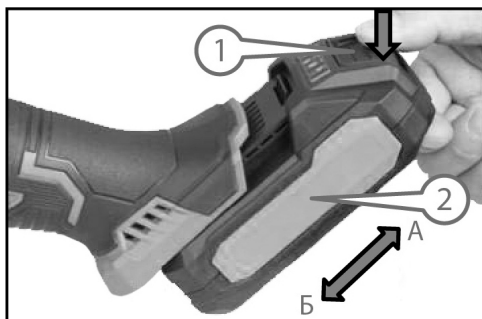
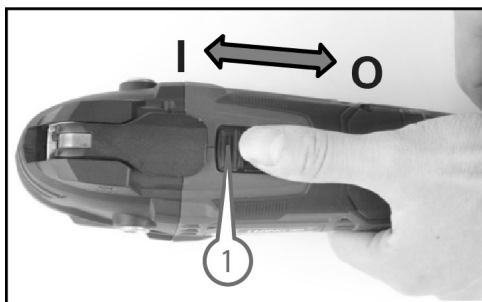

Рисунок 3. Схема встановлення (зняття) акумуляторної батареї.
Рисунок 4. Схема увімкнення та вимкнення виробу.
Перед встановленням або зняттям акумуляторної батареї (2, рис. 3) завжди вимикати виріб.
Для під'єднання акумуляторної батареї до виробу сполучити виступи на акумуляторі із пазами на корпусі виробу, і з невеликим зусиллям посунути акумулятор у напрямку стрілки (Б) (рис. 3) до появи характерного клацання. Не рекомендовано докладати надмірних зусиль під час встановлення акумулятора. Якщо акумуляторна батарея під'єднується із зусиллям, це означає, що встановлення виконується неправильно або в пази корпусу потрапив сторонній предмет.
Щоб зняти акумуляторну батарею, злегка натиснути на кнопку фіксації батареї (1, рис. 3) та, не відпускаючи кнопку, із невеликим зусиллям потягнути акумулятор у напрямку стрілки (А) (рис. 4), щоб вийняти його із корпусу виробу.
- увімкнути виріб, перемістивши перемикач «Увімк/Вимк» (1, рис. 4) у верхнє положення, одночасно увімкнуться світлодіоди підсвічування робочої зони.